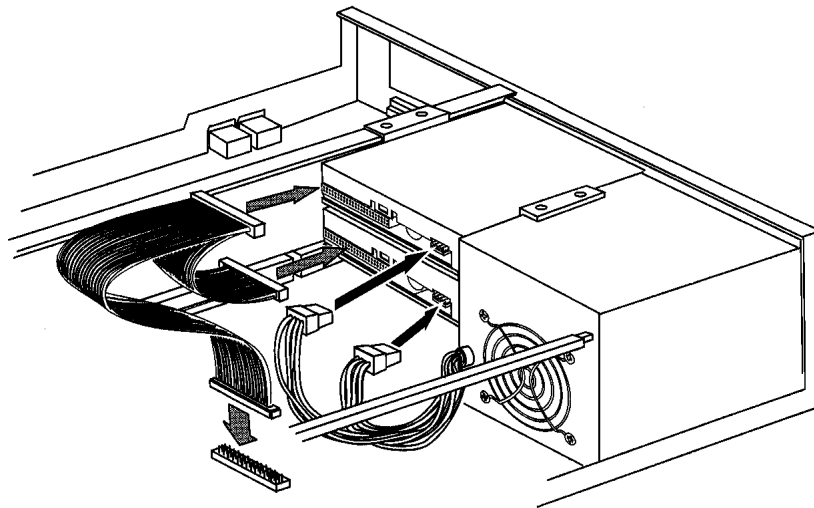

Abbildung 6-3. Stromversorgungs- und Bandkabelverbindungen im hinteren Laufwerksschacht
3. Lösen Sie die Stromversorgungs- und Bandkabel von den vorhandenen Laufwerken im hinteren Bereich (siehe Abbildung 6-3). Merken Sie sich bitte die Position und Ausrichtung der Stecker,